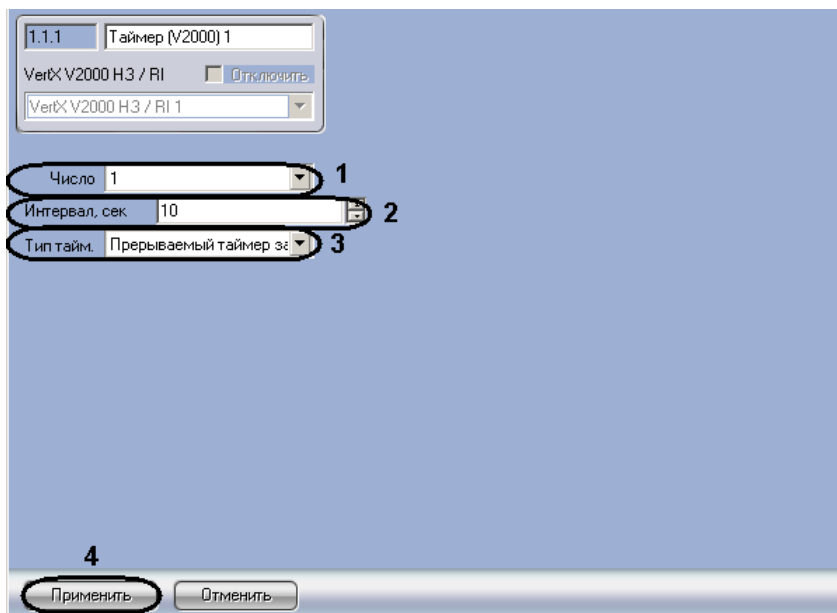

Рис. 3.7—11 Настройка таймеров
2. Из раскрывающегося списка **Число** выбрать уникальный идентификатор таймера (см. Рис. 3.7—11, 1).
3. В поле **Интервал** ввести время в секундах до истечения таймера (см. Рис. 3.7—11, 2).